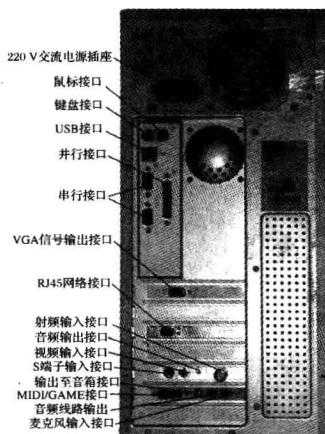

图 1.3 计算机主机后面板示意图
- ⑧光驱弹出装入按钮;
- ⑨软驱弹出装入按钮;
- ⑩主机电源开关;
- ⑪主机电源指示灯。
计算机主机后面板一般为各种接口，主要有主机 220V 交流电源插座接口、键盘接口、鼠标接口、通用串行总线 (USB) 接口、串行接口、并行接口、显示卡 VGA 信号输出接口。若装有声卡，在卡上有麦克风输入接口 (MIC)、音频线路输出接口 (LINE)、输出至音箱接口 (SPK)、MIDI/GAME 接口等；若装有网卡，在卡上有 RJ45 网络接口；若装有内置调制解调器，在卡上有电话线输入接口 (LINE)、电话线输出接口 (PHONE)；若装有视频卡，在卡上有视频输入接口 (AV)、射频输入接口 (RF)、S 端子输入接口、音频输出接口。一般各种接口各不相同，连接时应注意接口的阴阳、形状、针数、颜色、功能等，相符者才加以连接，不要强行带电插拔。图 1.3 为主机后面板示意图。